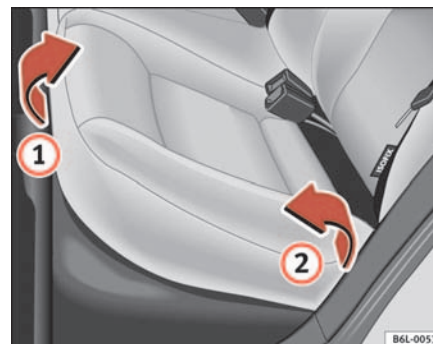
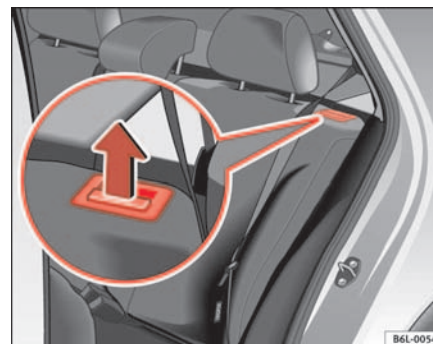

Abb. 74 Sitzpolster der Sitzbank vorklappen
Abb. 75 Entriegelungstaste für die Rücksitzlehne
- Ziehen Sie das Sitzpolster an der Vorderkante ⇒ Seite 113, Abb. 74 ① in Pfeilrichtung nach oben.
- Klappen Sie das Sitzpolster ② in Pfeilrichtung nach vorne.
- Ziehen Sie die Entriegelungstaste ⇒ Seite 113, Abb. 75 in Pfeilrichtung und klappen Sie die Sitzlehne nach vorne.